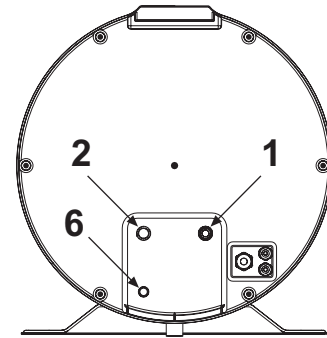

fig. 33
- Ligue a linha de alimentação de água fria e a linha de saída nos pontos de ligação específicos (fig. 33).